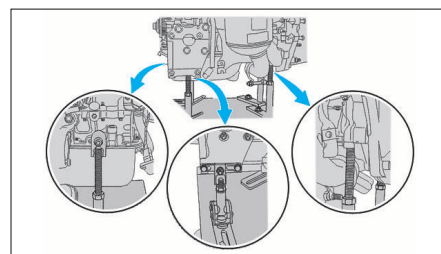

FIG. 86
- le renfort impacteur de berceau (8)
- l'impacteur boîte de vitesses (9)
- la biellette anticouple (10).
- Placer la table élévatrice [2] sous le groupe motopropulseur (Fig.86).